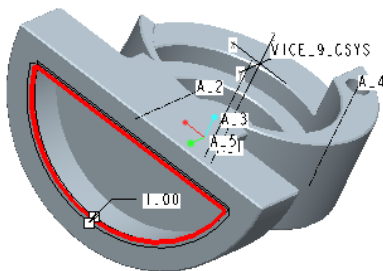

図 6-62 面取り部の指定 (太線部)
- ・「面取りツール」 を用いて以下の図 6-62 に示す太線部を選択し、1mm の面取りを指定する。